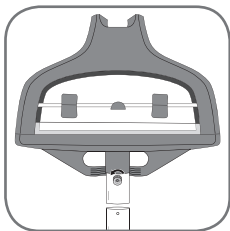

fig. 7
1. Открутите крепежный винт стойки, который находится в нижней части вешалки (рис. 7).